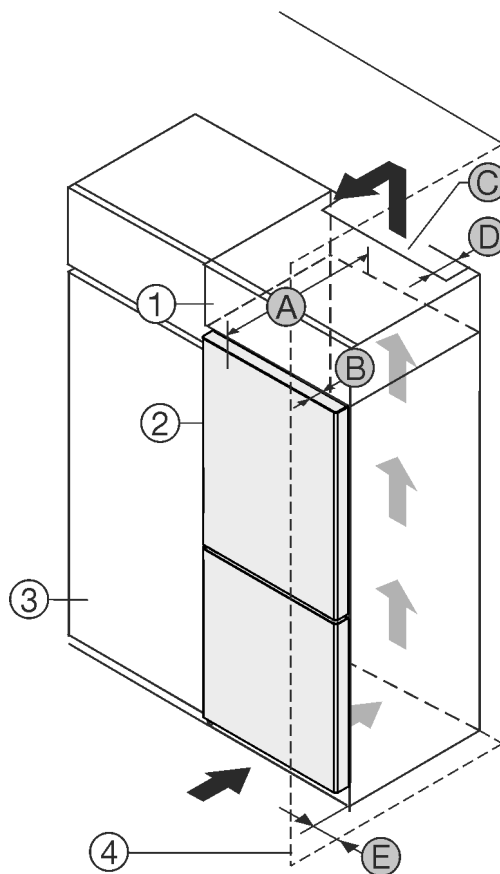

Fig. 1
- (1) Dulap suspendat
- (2) Aparat
- (3) Dulap de bucătărie
- (4) Perete
- (A) Adâncime aparat
- (B) Adâncime ușă
- (C) Secțiune ventilație
- (D) Distanță la partea posterioară a aparatului
- (E) Distanță la partea aparatului
Puteți amplasa aparatul direct lângă dulapul de bucătărie Fig. 1 (3).
În partea din spate a dulapului suspendat trebuie să existe o fantă de aerisire cu grosimea Fig. 1 (D) pe toată lățimea dulapului suspendat.
Sub tavanul încăperii trebuie să fie respectată secțiunea de ventilație Fig. 1 (C).
Atunci când montați aparatul cu balamalele lângă un perete Fig. 1 (4), distanța dintre aparat și perete trebuie să fie de minim 13 mm.
Atunci când montați aparatul cu balamalele lângă un perete Fig. 1 (4), distanța dintre aparat și perete trebuie să fie de minim 20 mm.
Astfel încât să puteți deschide complet ușa, aparatul trebuie să fie proeminent cu cel puțin adâncimea ușii Fig. 1 (B) față de suprafața frontală a dulapului de bucătărie. În funcție de adâncimea dulapurilor de bucătărie Fig. 1 (3) și utilizarea distanțierelor de perete, aparatul poate ieși mai mult în afară.